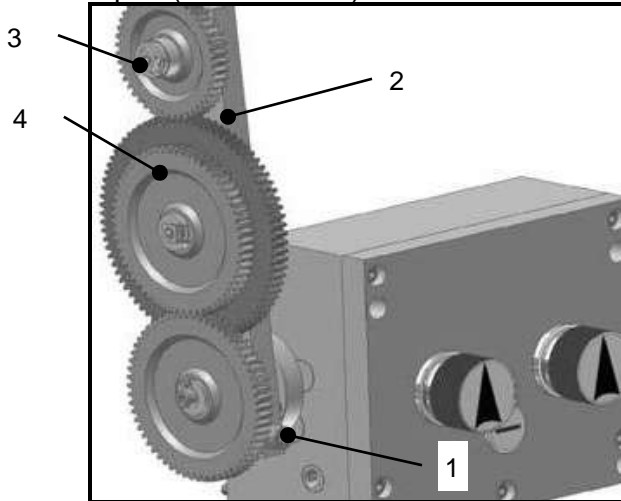

Рис. 15
- Ослабьте винт (1, Рис. 15) поворотной консоли (2, Рис.15)
- Выведете, повернув на себя, из зацепления со шпинделем консоль (2, Рис.15) с набором шестерен для удобства настройки
- Извлеките фиксирующие шайбы осей шестерен, и открутите квадратные гайки (3, Рис.15)
- Аккуратно снимите шестерни (4, Рис.15) с осей, извлеките передвигаемые сухари осей шестерен (не показаны).
После регулировки зазоров между шестернями и их фиксации, поворотом консоли (2, Рис.15) введите шестерни в зацепление с шестерней на шпинделе и зафиксируйте ее винтом (1, Рис.15).